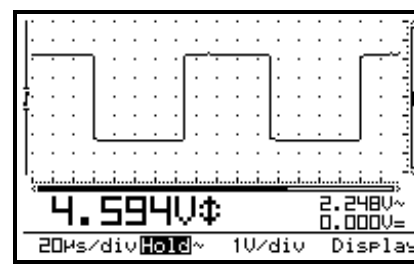

Fig 11
- Une grille en pointillé divise l'écran en points de référence. (Fig. 11)